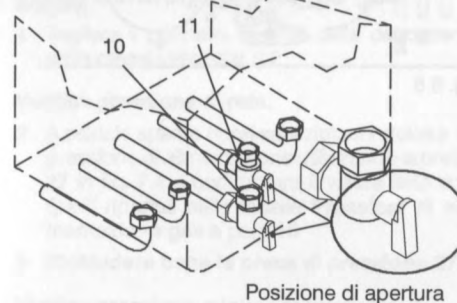

fig. 6.1
- 1 Aprire il rubinetto del contatore gas e quello della caldaia 10 in fig. 6.1
- 5 Aprire il rubinetto 11 in fig. 6.1